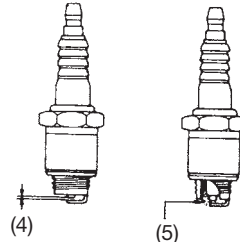

Fig. 10
- 2) Skrapa bort sot från tändstiltens gnistgap. (Standardgapet är 0.6 mm eller 0.023 in.) (Fig. 10)